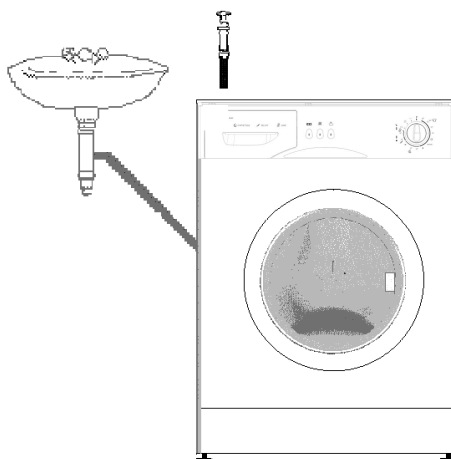

Fig. 8
- L'extrémité du tuyau de vidange (crosse de vidange) peut être directement fixée à l'évacuation d'eau (la dimension de la canalisation doit être d'au moins 4 cm, ainsi vous éviterez tout risque de siphonnage) ou à un dispositif spécial installé sur le système d'écoulement du lavabo (il doit être correctement fixé). (fig. 8)